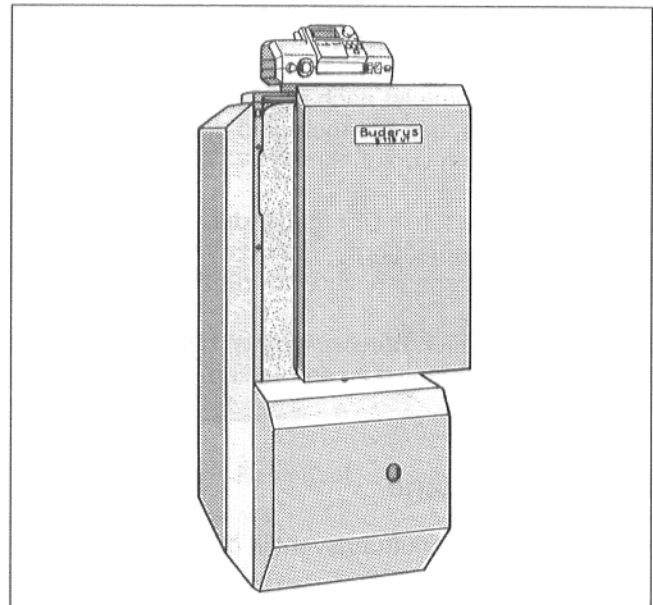

Abb. 30
- Obere Vorderwand mit der Abkantung in die vordere Kesselhaube einhängen (Abb. 30).